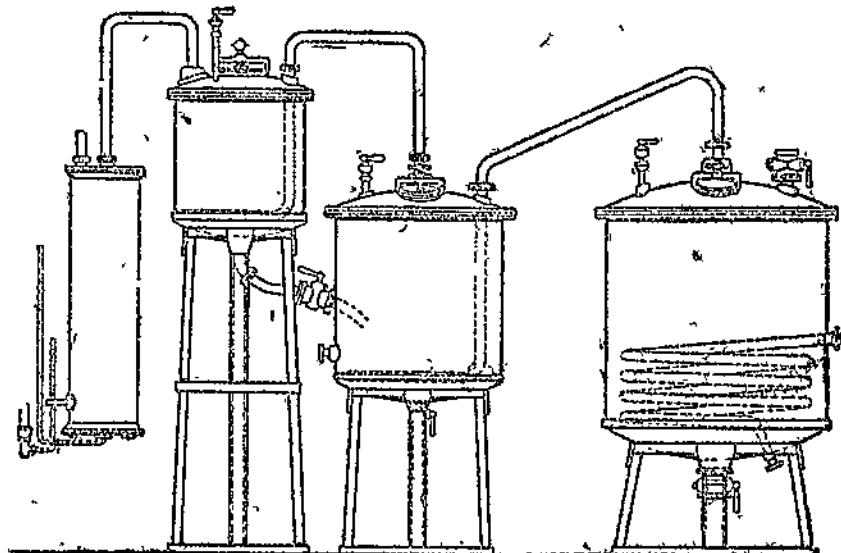

Рис. 33. Трехкубовый аппарат для перегонки подсмольной воды.
54. Техническое получение метилового спирта. Сухую перегонку дерева производят в технике в особых ретортах, нагреваемых до 350 — 400°. Во время перегонки из реторты выделяются летучие вещества, которые скапливаются в холодильнике, и газы ( $\text{CO}_2$ ,  $\text{CO}$ ,  $\text{CH}_4$  и  $\text{H}_2$ ), которые проходят через холодильник, не скапливаясь. В приемнике внизу собирается деготь, а сверху — подсмольная вода, в которой растворены уксусная кислота, метиловый спирт и ацетон. Подсмольную воду отделяют от дегтя и перегоняют из медного куба, нагреваемого глухим паром, проходящим по змеевику (рис. 33). Пары кислоты, спирта и ацетона переходят во второй куб с чистым известковым молоком, нейтрализующим уксусную